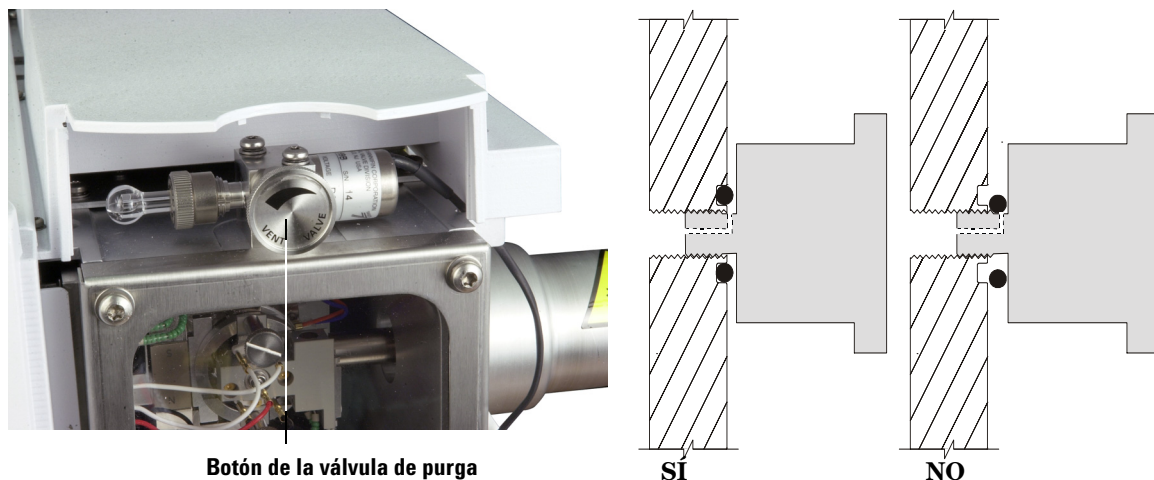

Figura 20 Purgar el MSD
- 6 Gire el botón de la válvula de purga (Figura 20) en sentido contrario a las agujas del reloj *sólo* 3/4 del recorrido o hasta que oiga el sonido silbante del aire fluyendo en el interior de la cámara del analizador.